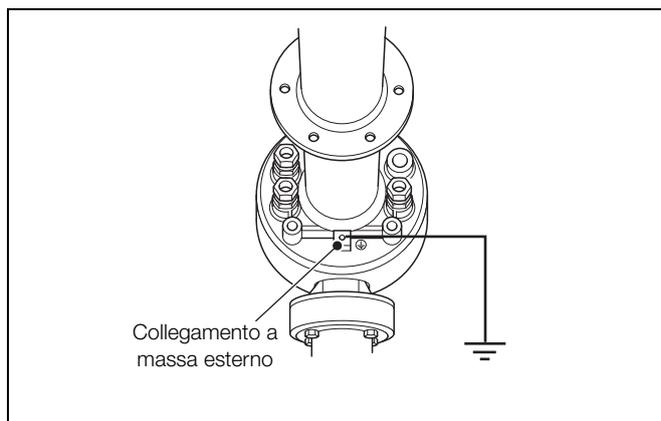

Fig. 5.1 Collegamento a massa esterno dalla sonda
- La sonda **deve** essere collegata alla massa locale tramite il collegamento di massa esterno; vedere la Fig. 5.1.